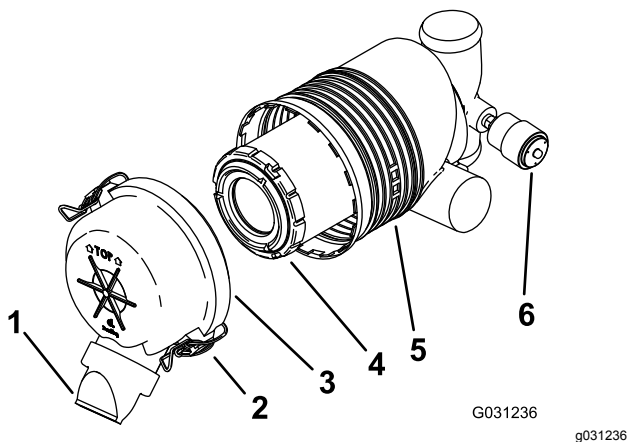

Bild 30
Wichtig: Tauschen Sie den Luftfilter nur aus, wenn die Wartungsanzeige rot ist (Bild 30). Das frühzeitige Auswechseln des Luftfilters erhöht nur die Gefahr, dass Schmutz in den Motor gelangt, wenn Sie den Filter entfernen.
5. Lösen Sie die Riegel am Luftfilter und ziehen Sie die Abdeckung vom Luftfiltergehäuse ab (Bild 30).
- Wenn die Wartungsanzeige durchsichtig ist, setzen Sie die Luftfilterabdeckung auf (die Staubkappe sollte nach unten zeigen) und befestigen Sie die Riegel (Bild 30).
- Schieben Sie den Filter vorsichtig aus dem Luftfiltergehäuse heraus (Bild 30).
- Setzen Sie den Filter vorsichtig ein (Bild 30).
- Setzen Sie die Luftfilterabdeckung auf (die Staubkappe sollte nach unten zeigen) und befestigen Sie die Riegel (Bild 30).